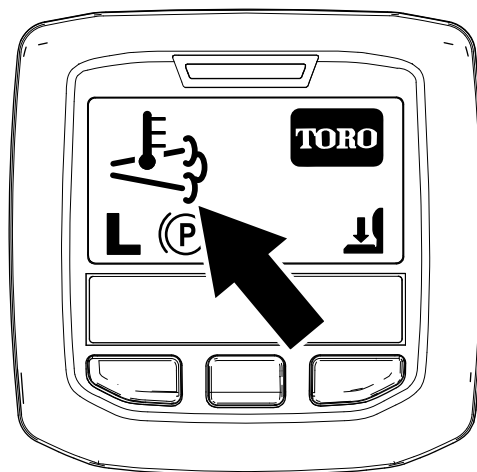

Bild 41
- () wird im InfoCenter angezeigt (Bild 41).